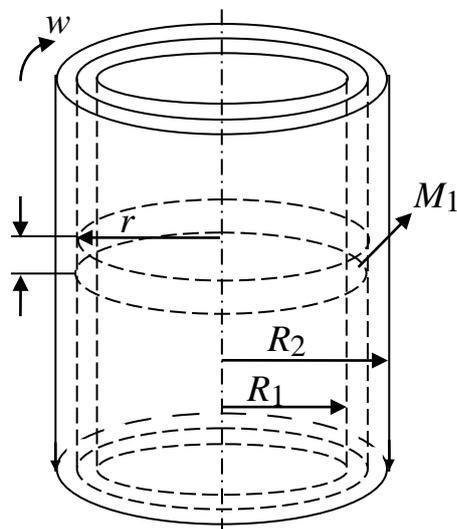

Рис. 12.2
**Задача 2.** Газ заполняет пространство между двумя длинными коаксиальными цилиндрами, радиусы которых  $R_1 = 10$  см и  $R_2 = 10,5$  см. Внутренний цилиндр неподвижен, а внешний вращают с угловой скоростью  $\omega = 80$  рад/с (рис. 12.2). Момент сил трения, действующих на единицу длины внутреннего цилиндра,  $M_1 = 0,2$  Н · м. Сила трения, действующая на единицу площади цилиндрической поверхности радиуса  $r$ , определяется формулой  $f_{\text{тр}} = \eta r (\partial \omega / \partial r)$ . Определить вязкость газа.